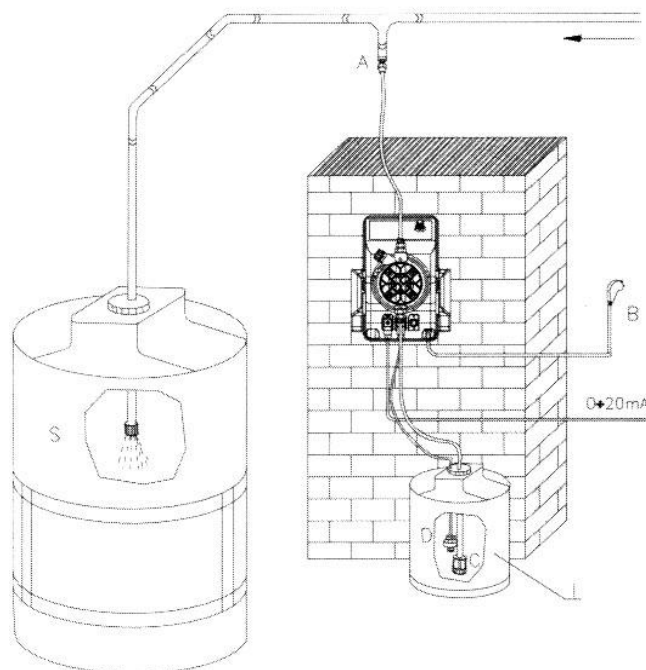

Рис. 17
8.2 – ТИПИЧНАЯ УСТАНОВКА (рис. 17)